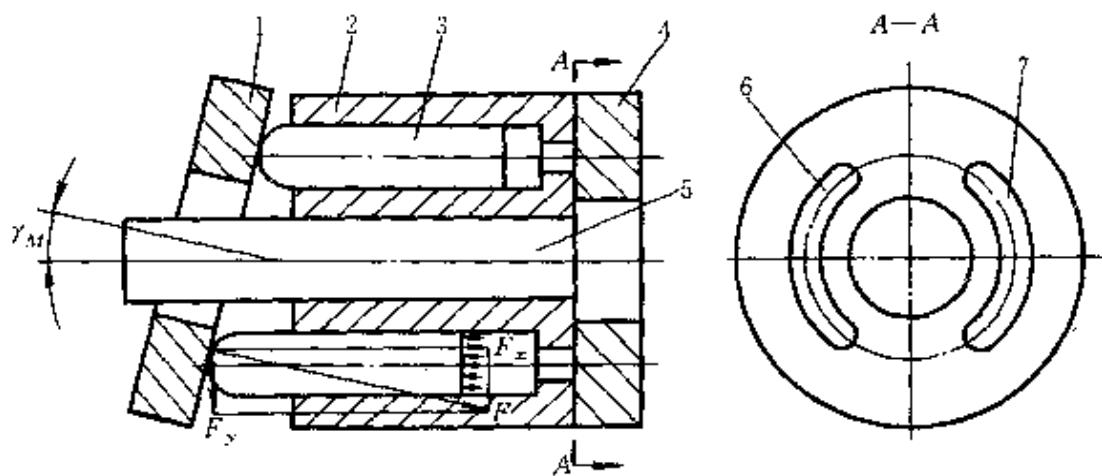

图 4-28 轴向点接触柱塞式液压马达的工作原理
(3) 轴向柱塞式液压马达的工作原理 轴向点接触柱塞式定量液压马达应用较多，其工作原理如图 4-28 所示。图中的斜盘 1 和配油盘 4 固定不动，柱塞 3 轴向地放置在缸体 2 的柱塞孔中，缸体 2 和马达轴 5 相连接在一起。斜盘 1 的轴线和缸体的轴线相交一个倾角  $\gamma_m$ 。当压力油通过配油盘 4 上的进油窗口 6 输入到缸体上的柱塞孔中时，压力油把孔中的柱塞顶出，使之压在斜盘上。斜盘 1 对柱塞 3 的反作用力  $F$  垂直于斜盘表面，这个力的水平分力  $F_x$  与柱塞上的液压力相平衡，而垂直分力  $F_y$  则对缸体中心产生一个转矩，使缸体和马达轴做逆时针方向旋转。如果改变马达压力油的输入方向，马达轴就反方向旋转。